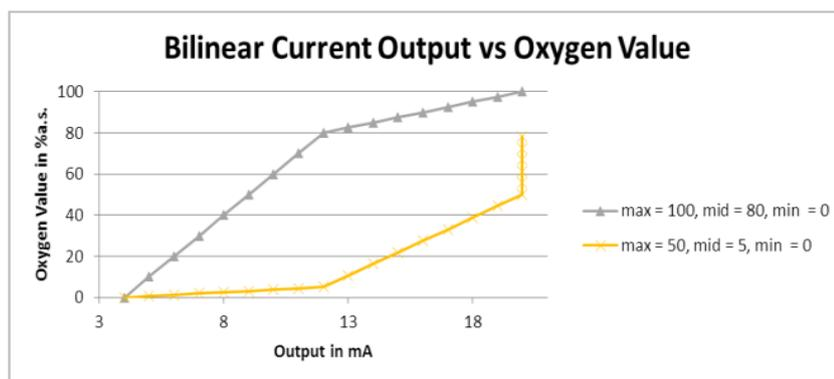

Figure 65. Sortie courant bilinéaire en fonction de la valeur d'oxygène
- **Bilinear** : Les valeurs haute, moyenne et basse correspondent respectivement à 4 mA, 12 mA et 20 mA. Ce mode permet d'obtenir une résolution plus élevée dans une certaine gamme. La figure 65 en donne un exemple.
Le premier exemple (ligne grise) de la figure 65 montre une résolution élevée dans un environnement à faible teneur en oxygène. Le deuxième exemple (ligne jaune) montre une résolution élevée dans un environnement à forte teneur en oxygène. Cela montre également le comportement des valeurs mesurées qui se situent en dehors de la gamme de valeurs (les valeurs d'oxygène au-dessus d'un maximum de 50 seront affichées comme 20 mA).